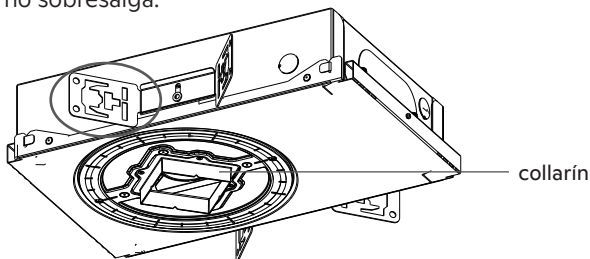

Fig. 8
- a. Use material en barras o perfil C-channel (no suministrados) para montar el D2 en el cielorraso. Los apoyos deberán pasar a través de los orificios de los soportes mariposa y pueden utilizarse para suspender el D2 sin tornillos (consulte la Fig. 8).